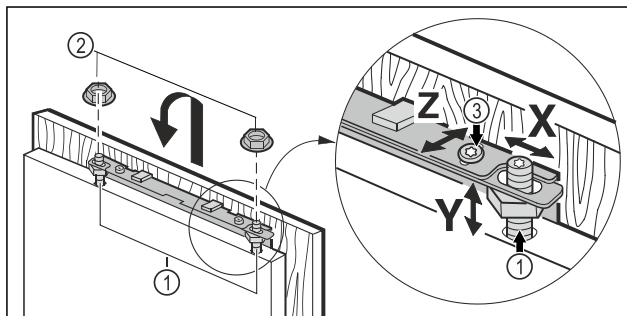

Fig. 20
- Zakvačite vrata namještanja za svornjake za namještanje Fig. 20 (1) i labavo navrnite protumatice Fig. 20 (2) na svornjake za namještanje.
- Poravnajte vrata namještaja u visinu Y i prema bočnom nagibu: Namjestite svornjake za namještanje Fig. 20 (1) s pomoću odvijača.
- Pritegnite protumaticu Fig. 20 (3).